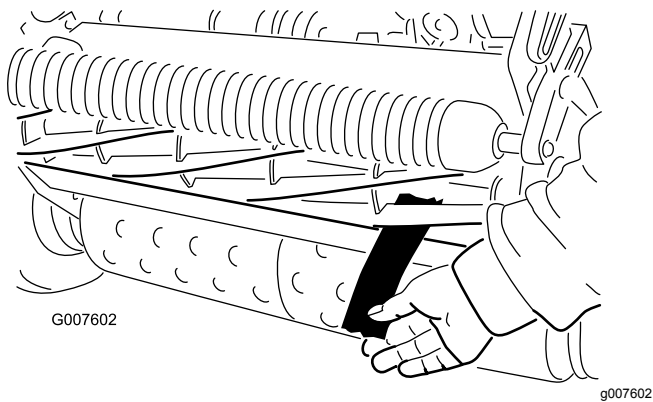

Figura 53
12. Pruebe el rendimiento de corte insertando una tira larga de papel de prueba del rendimiento de corte entre el molinete y la contracuchilla, perpendicular a la contracuchilla (Figura 53). Gire el molinete lentamente hacia adelante; debe cortar el papel.